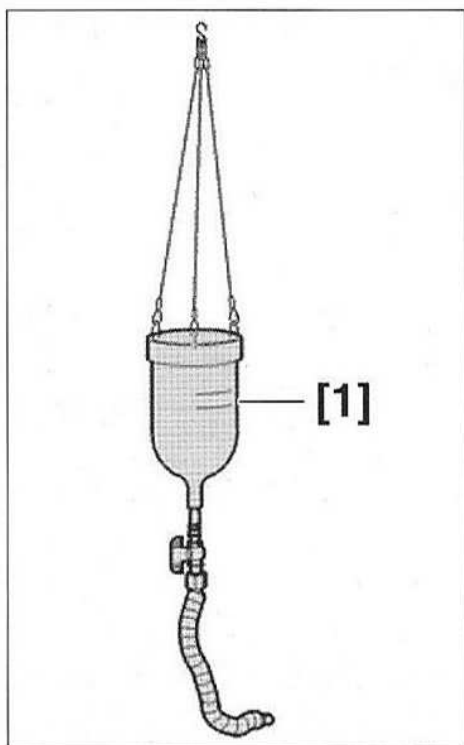

FIG.1
- [1]. Cylindre de remplissage de boîte de vitesses (référence : 0344) (Fig.1).